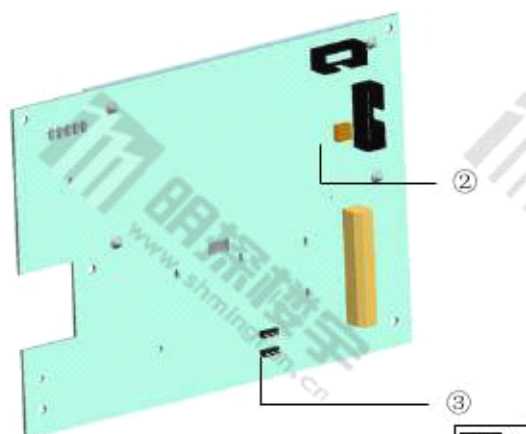
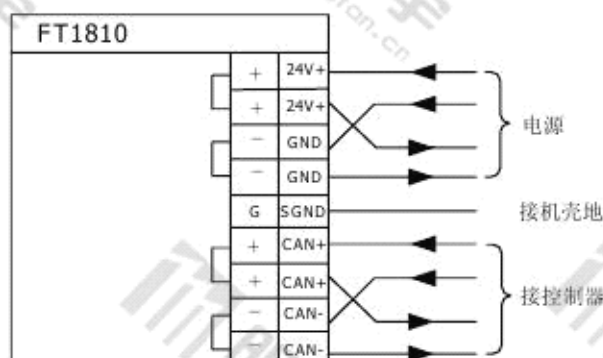

图 3 PCB 板背面图
图 5 接线图
5. 按接线图将电线接到端子上（图 5）。CAN 总线末端设备需并联 120Ω 电阻（可通过 FT1810 内部跳线完成，如图 3）。